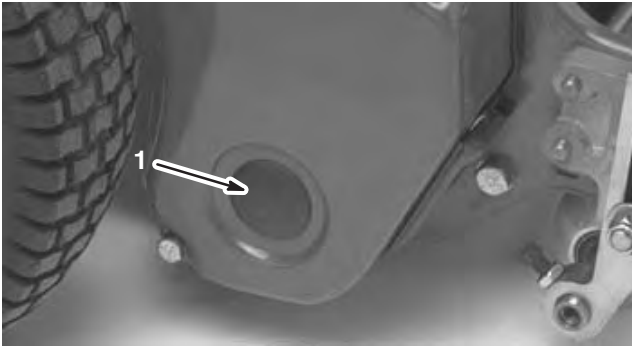

Figure 49
1. Retirez le bouchon du couvercle de l'entraînement droit du cylindre (Fig. 49).